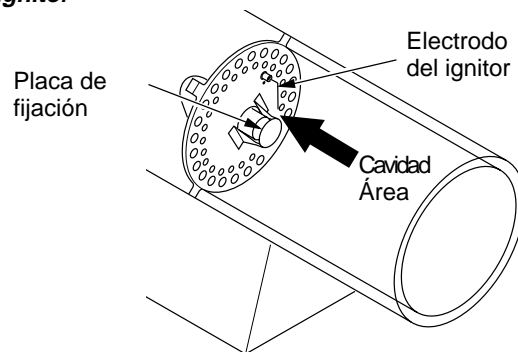

Figura 16: Distancia mínima entre el electrodo del ignitor y la placa de fijación
- Deje una cavidad de 4,3 mm (0,17 pulgada) entre el electrodo del ignitor y la placa de fijación (consulte la figura 16).